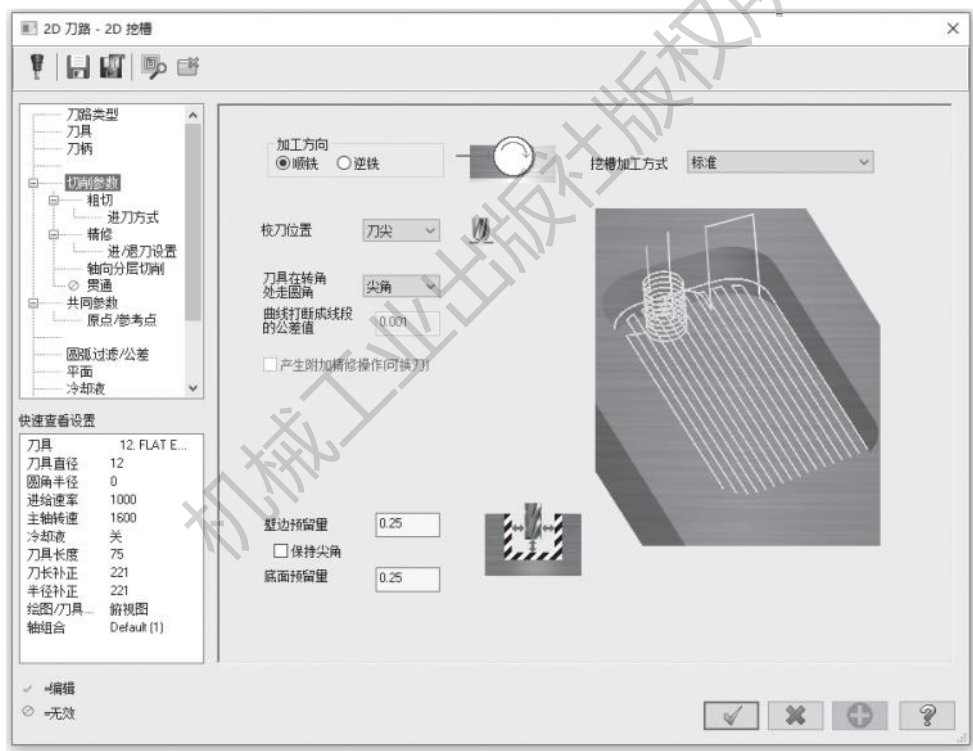

图 3-59 切削参数选项卡
3) 打开【切削参数】选项卡，在【类型】选项的下拉列表中选择【标准】选项，设置【壁边预留量】与【底面预留量】为 0.25mm，其他参数按默认设置，如图 3-59 所示。